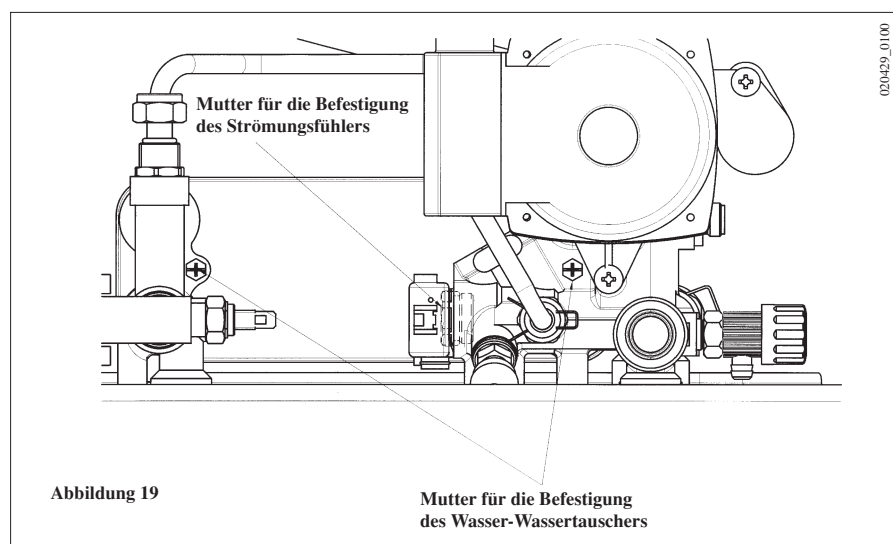

Abbildung 19
- die beiden vorne sichtbaren Befestigungsschrauben des Wasser-Wasser-Austauschers entfernen und diesen aus seinem Sitz ziehen (Abb. 19).
- die Mutter auf der Flußsensorgruppe abschrauben (Abb. 19);